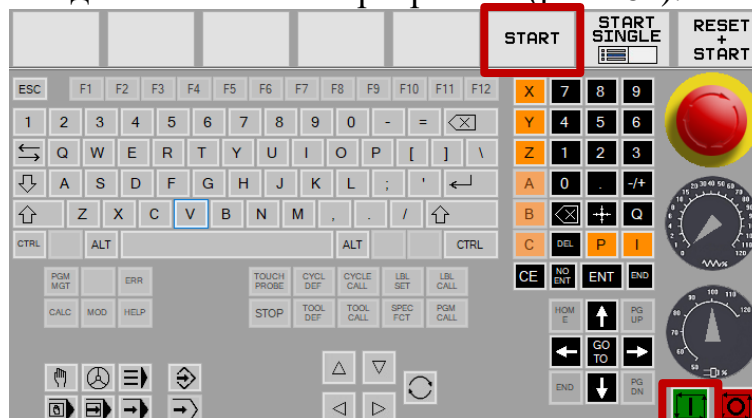

Рис.164. Кнопки «START» и «Cycle Start»
13. Нажать кнопку «Cycle Start» на пульте управления или «START» на экране пульта для выполнения программы (рис.164).